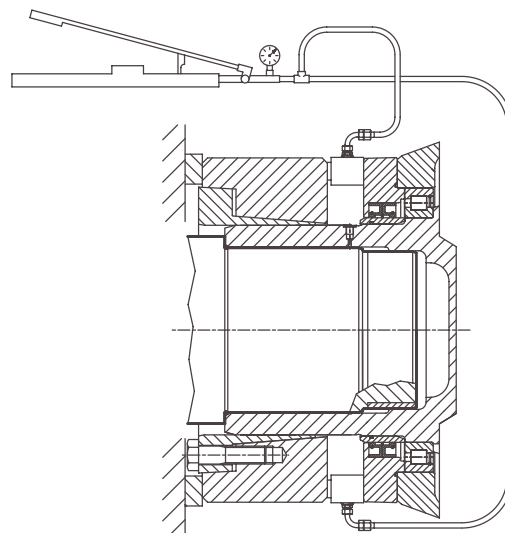

Fig. 5
- Si con este método el reductor no se separa porque el acoplamiento no logra mantener la presión, y el espacio lo permite, se puede proceder como se indica en la fig. 5. Colocar los empujadores hidráulicos en dos de las tachas